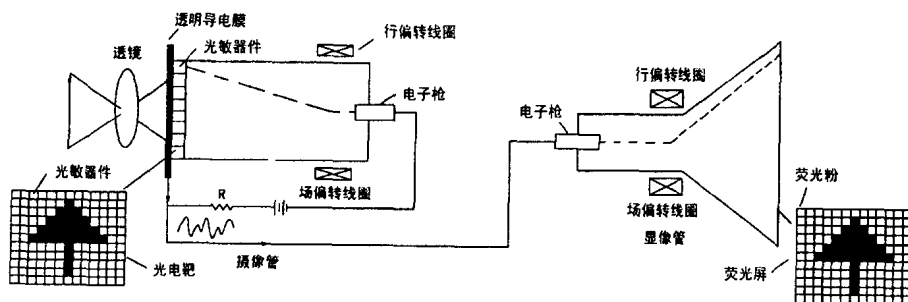

图 1-10 光—电转换和电—光转换过程
(1) 摄像管的光—电转换过程: 如图 1-10 所示, 黑色箭头图像经透镜投射到摄像管透明
（2）显像管的电—光转换过程：仍以如图 1-10 所示，从透明导电膜输出的电信号送到显像管的电子枪上，电子枪发射电子，电子在行场偏转线圈的作用下，从左到右、从上到下逐点扫描荧光屏上荧光粉，因加到电子枪上的电信号不同，电子枪发射电子能力随信号变化，荧光屏上荧光粉亮度也随之变化（如代表图像黑色部位的电信号到电子枪时，电子枪发射电子能力弱，荧光粉亮度变暗），荧光屏上不同部位的荧光粉亮暗不同就形成了图像。这样显像管就将强弱不同的电信号转换成荧光粉不同的发光亮度，完成了电—光转换过程。